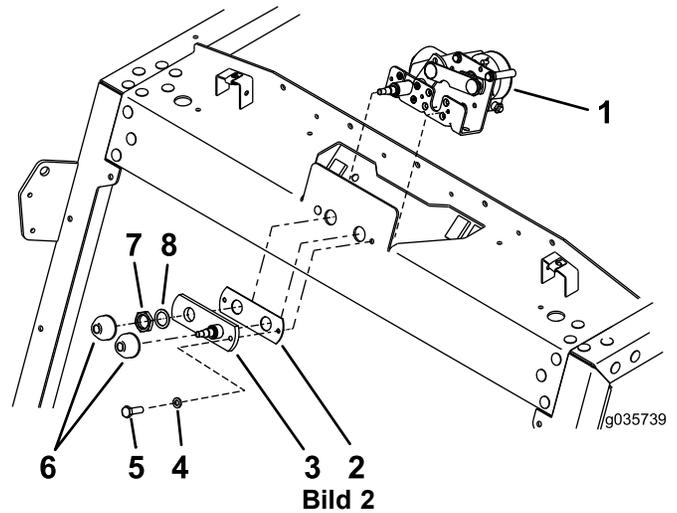

Bild 2
2. Nehmen Sie die Schraube und Sicherungsscheibe von der Welle ab (Bild 2).
3. Nehmen Sie die Kunststoffkappen, die Klemmmutter, Scheibe, Welle und die Dichtung vom Scheibenwischermotor ab (Bild 2).
5. Drücken Sie die Motorwelle durch das Loch oben (Bild 2).
6. Setzen Sie die Dichtung und Welle mit der Schraube und Sicherungsscheibe ein, um den Motor zu befestigen (Bild 2).